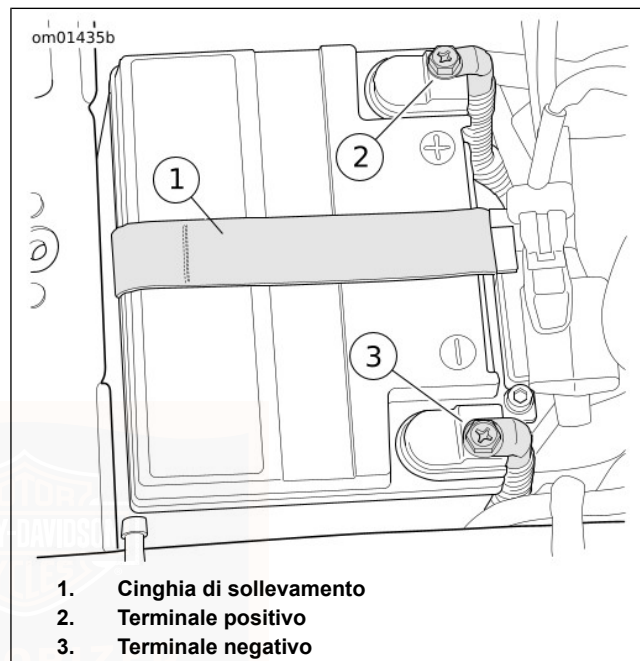

Figura 86. Vano della batteria
10. Vedere Figura 86 . Scollegare entrambi i cavi della batteria iniziando dal cavo negativo.
3. Vedere Figura 86 . Collocare la batteria nel relativo vassoio, con il lato dei terminali in avanti.